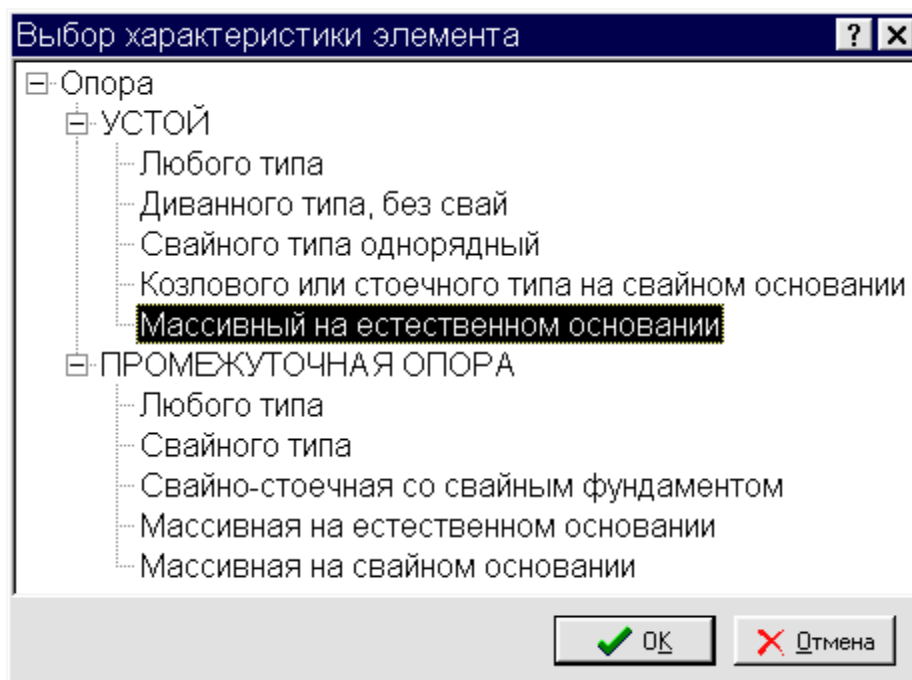

Рис. 66. Диалог выбора типа опоры
2. Тип опоры[...]	Поле для выбора типа опоры. На рис. 66 показан диалог выбора типа опоры, на котором приведены все используемые типы опор. Это же поле, но с названием "Характеристика элемента", содержится в форме "Износ" (см. табл. 9), но изменить тип опоры можно только в этом диалоговом окне.
В "МостИнфо" используется 10 различных типов опор, предусмотренных в РДН. Диалог выбора типа опоры приведен на рис. 66.